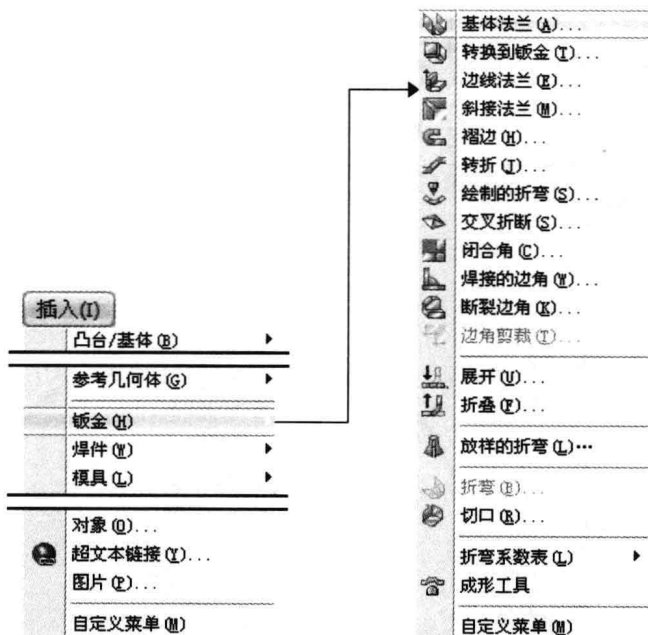

图 1.2.2 “钣金”子菜单
下拉菜单中包含创建、保存、修改模型和设置 SolidWorks 环境的一些命令。钣金设计的命令主要分布在  插入 (I)  钣金 (B) 子菜单中，如图 1.2.2 所示。